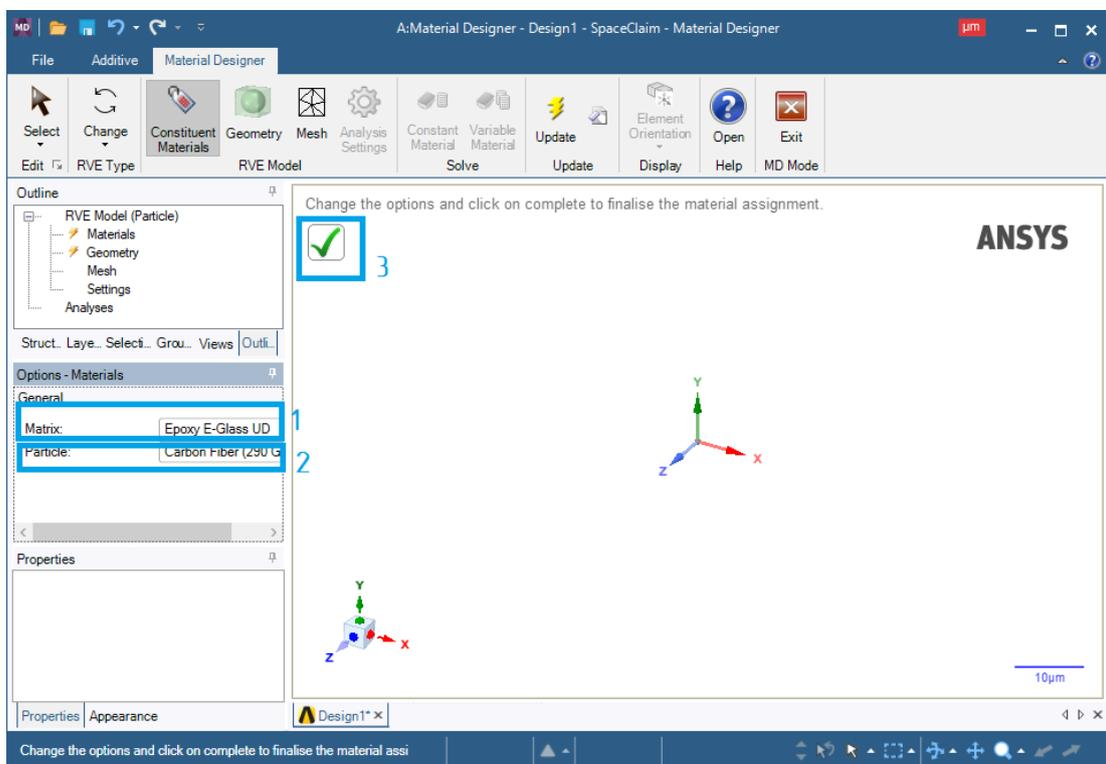

Рис. 6. Присвоение материалов
5. В появившейся слева панели присваиваем материал матрицы/наполнителя (1) и частицы/волокон (2) (рис. 6). После чего необходимо применить изменения (3).